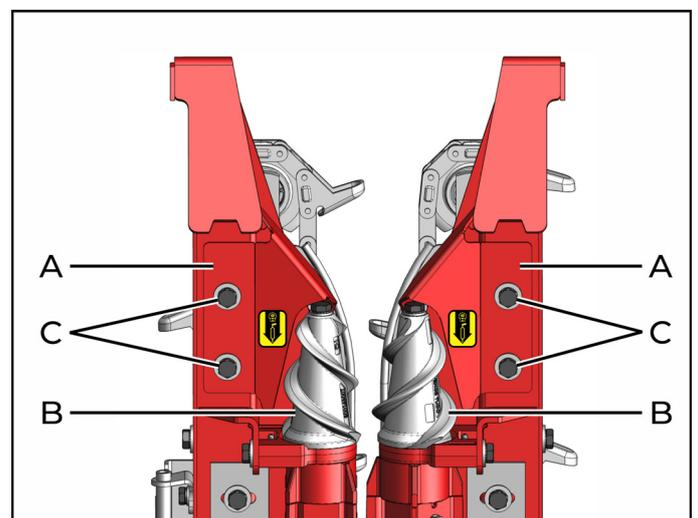

fig. 43
A posição dos protetores frontais (A) (fig. 43) dos rolos recolhedores (B), deve ser ajustada corretamente a fim de evitar a entrada de material que possa enrolar nos rolos. O ajuste deve ser feito por meio do deslocamento dos protetores (A), afrouxando os parafusos (C) de forma que fiquem o mais próximo possível dos rolos, deixando uma folga mínima.